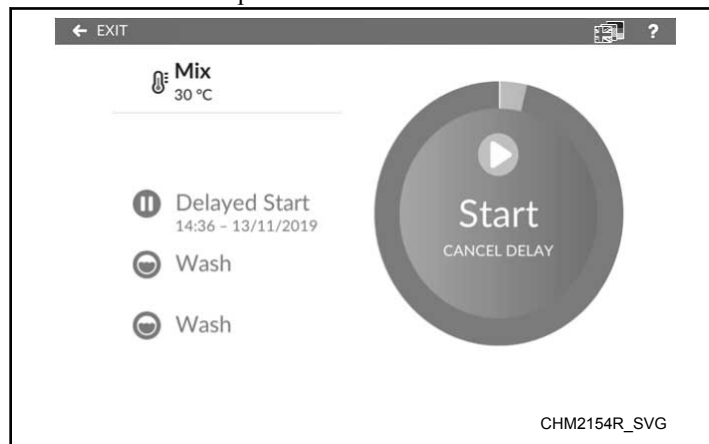

Figure 22
6. Appuyez sur "Départ". L'écran du Menu Marche s'affiche et indique "Départ Différé" pour la première étape. Voir Figure 22. Il est possible d'annuler le Départ Différé en appuyant sur